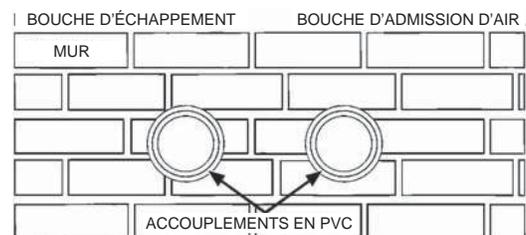

Figure 18
6. Si la conduite d'admission d'air est posée jusqu'au mur, avec un accouplement sur l'extrémité face à l'ouverture dans le mur, le tuyau de la bouche d'admission d'air peut être préparé pour le collage avant d'être engagé à travers le mur. Enfiler le tuyau à travers le mur et l'insérer dans l'accouplement de l'autre côté du mur. Voir Figure 18 et Figure 19.